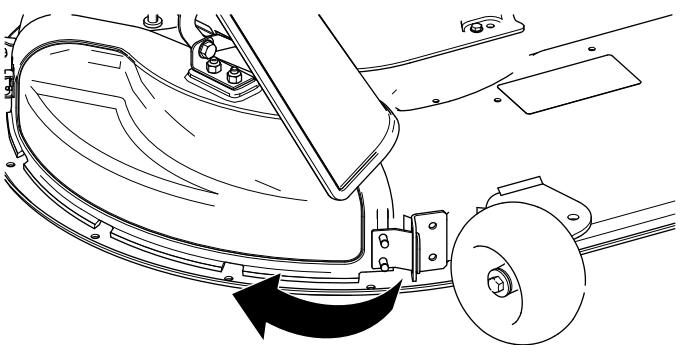

Figura 14
- Gire la tapa de descarga hacia atrás y hacia la carcasa, hasta que la tapa de descarga está alineada con la carcasa de corte (Figura 14).